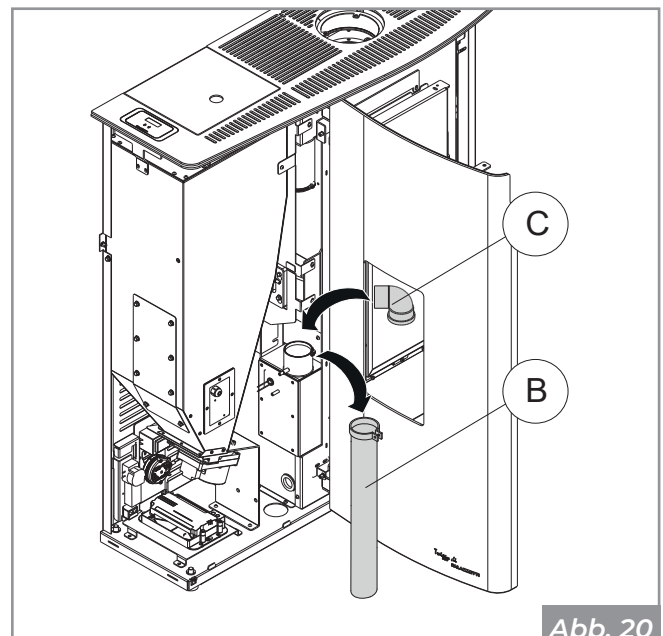

Abb. 20
- Entfernen Sie den Verbrennungsluftanschluss-schlauch (B) und führen Sie an seiner Stelle den mitgelieferten 90°-Bogen (C) ein (**Abb. 20**).